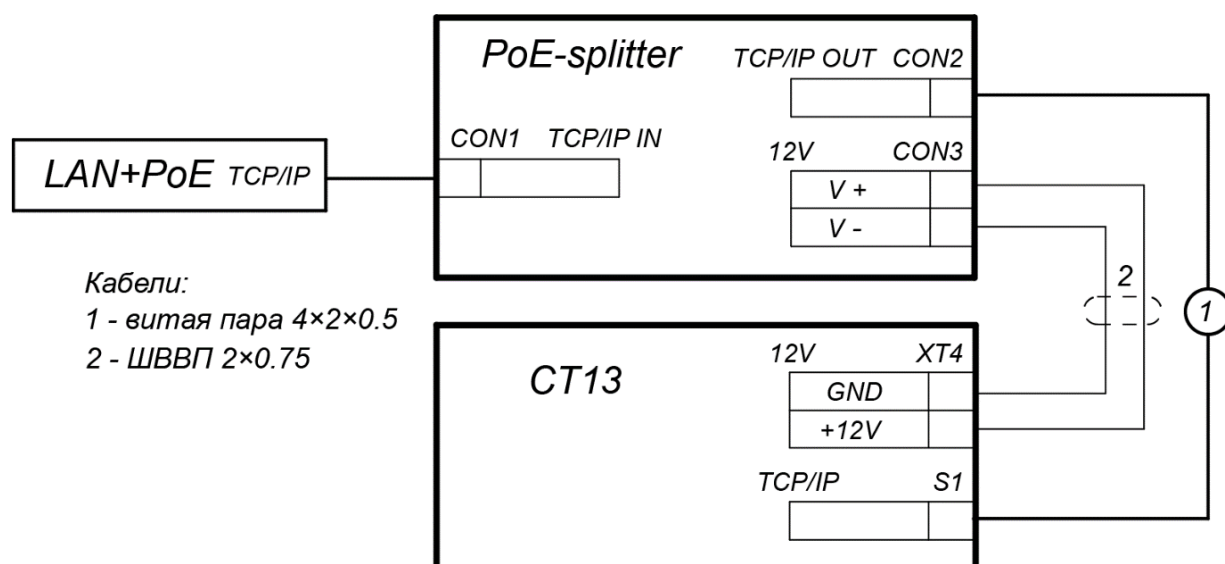

Рисунок 32. Схема подключения контроллера ЭП
3. Подключите цепь питания контроллера ЭП к разъему **Кон3** сплиттера. Схема подключения приведена на рис. 32 (штекер для подключения к разъему входит в комплект поставки сплиттера).